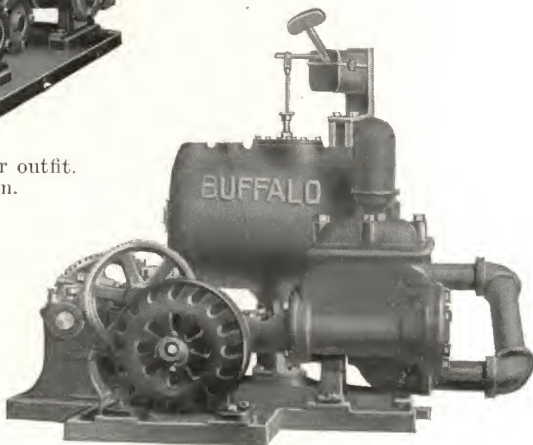

Fig. 717
**With power pumps. Fig. 717**